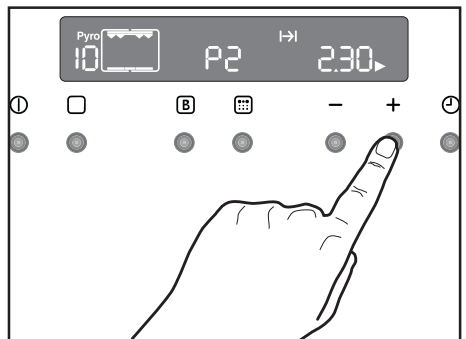

Abb. 21
2. Das Gardauersymbol  blinkt 5 Sekunden lang; drücken Sie während dieser Zeit die Taste  oder  zur Anwahl der pyrolytischen Funktion 1 (P I) oder 2 (P 2) (Abb. 21).